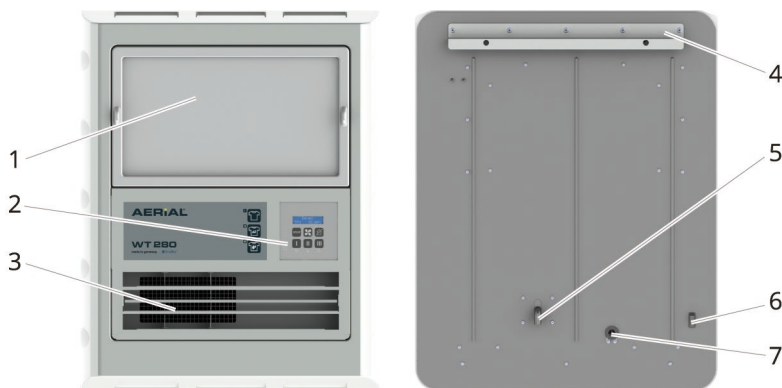

Fig. 1: Oversikt serie AERIAL WT
2. Løft avfukteren for klestørking ovenfra inn i veggskinnen slik at festeskinen på baksiden (side 114, Fig. 1, pkt. 4) hektes inn i veggskinnen.